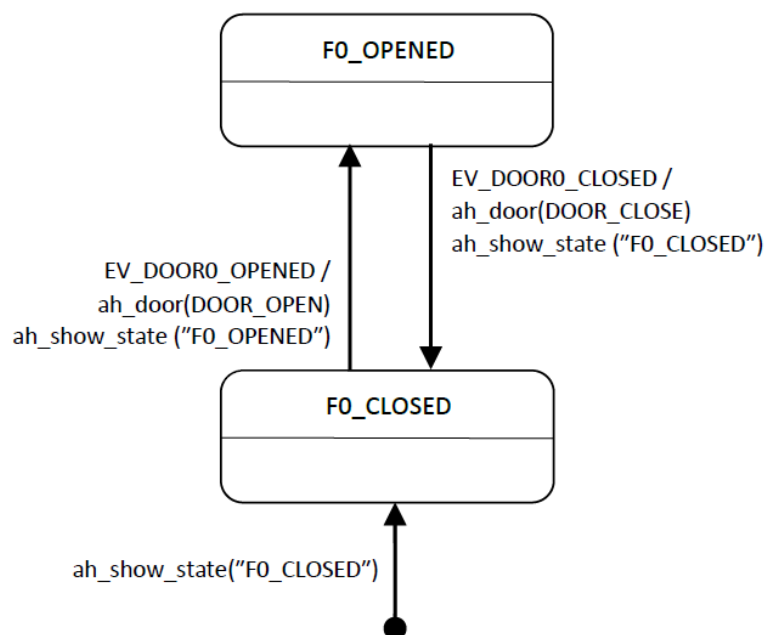

Abbildung 2: UML-State-Diagramm 'Türsteuerung'
In einem ersten Schritt soll eine einfache FSM gemäss **Abbildung 2** für den Türöffnungsmechanismus im Keller ("F0") implementiert werden:
- Implementieren Sie die Funktionen `fsm_init()` und `fsm_handle_event()` im Modul `state_machine` gemäss dem Diagramm in Abbildung 2.